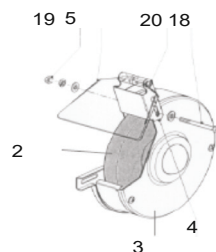

рис. 3
2.2.3 Регулировка кронштейна экрана - искроуловителя (см. рис.3)
Экран прозрачный (рис.1 поз.5) защищает глаза и руки оператора от искр, летящих от затачиваемого инструмента. Всегда используйте его при работе. При первоначальной установке и по мере износа шлифовального круга сухой заточки, периодически проводите регулировку установки кронштейна экрана (рис. 3 поз.4). Кронштейн экрана (искроуловитель) устанавливается на минимальном расстоянии от поверхности круга (2 мм). Это позволяет задерживать абразивные частицы, отлетающие от круга в сторону оператора.
- ослабить крепление кронштейна экрана (гайка – поз.19 и винт – поз.18 рис.3);
- сдвинуть на минимальное (2 мм) расстояние нижнюю кромку кронштейна (рис.3 поз.4) от поверхности круга (рис.3 поз.2);
- закрепить кронштейн в нужном положении винтом (рис.3 поз.18);
- установив прозрачный экран (рис.1 поз.5) в нужном положении, зафиксировать его гайкой (рис.3 поз.20).